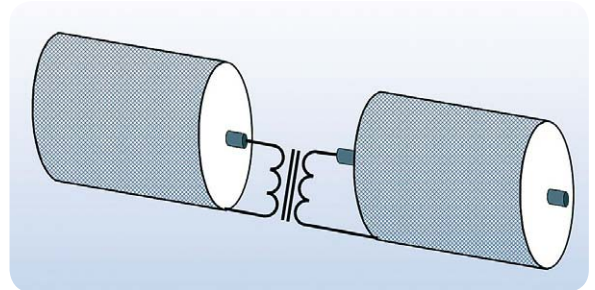

Bild 12: Alle Frequenzkomponenten, die unter der Grenzfrequenz des HF-Übertragers liegen, werden entsprechend gedämpft.
- **2. Induktive Kopplung.** Mantel und Schirm werden unterbrochen und jeweils mit Primär- und Sekundärwicklung eines Hochfrequenztransformators verbunden (**Bild 12**). Der Trafo unterdrückt unter seiner Grenzfrequenz liegende Störstrom-Frequenzkomponenten.